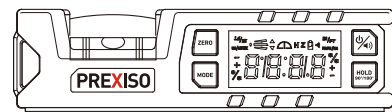

FIG. 1
a. Éteignez l'équipement. Placez l'équipement sur une surface plane et lisse. (FIG. 1).